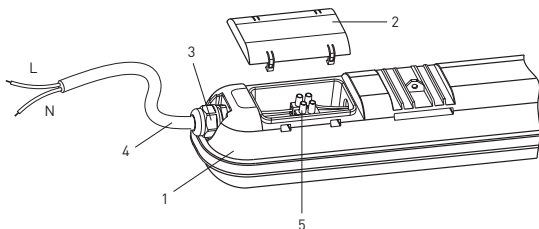

Рисунок 2 – Подключение светильника
6.2 Подключение светильника (рисунок 2):